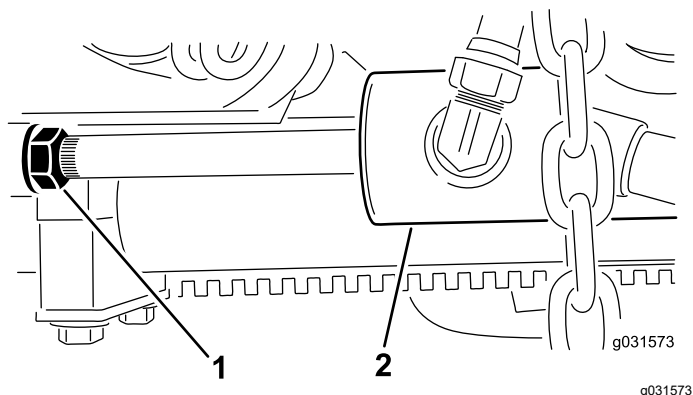

Figure 9
B. Desserrez l'écrou de blocage sur le vérin (Figure 9).